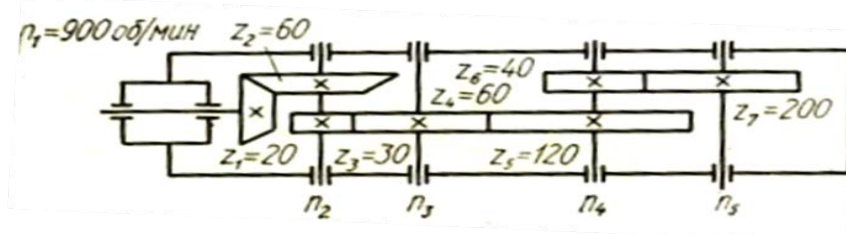

Рисунок 4.
32. По заданным условиям определить частоту вращения на выходе П5 (рис. 4).